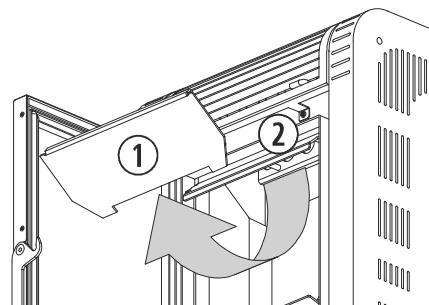

Figura 10
Nos modelos *Moon* (figura 10) e *Basic*, devemos realizar uma ação de limpeza a maiores sobre o permutador de calor (②), esta ação terá uma frequência semanal. Para ter um melhor acesso ao permutador e poder limpá-lo de forma exaustiva, devemos empurrar para cima a placa superior da grade (①), até desencaixar as patilhas que a fixam à placa central e puxá-la. Ao finalizar, colocamos de novo a placa superior, assegurando-nos de que as patilhas ficam corretamente encaixadas.
(1)	Placa superior da grade.
(2)	Permutador de calor.